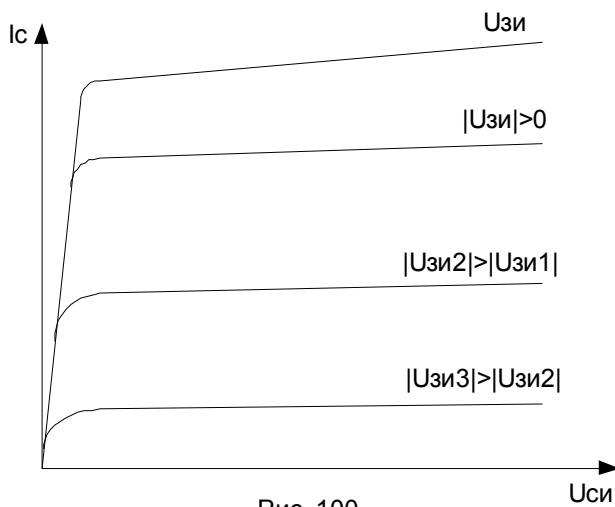

Рис. 100
- Стоковая характеристика – это зависимость  $I_c$  от  $U_{си}$  при постоянном напряжении на затворе (смотрите Рис. 100).  $I_c = f(U_{си})$  при  $U_{зи} = Const$